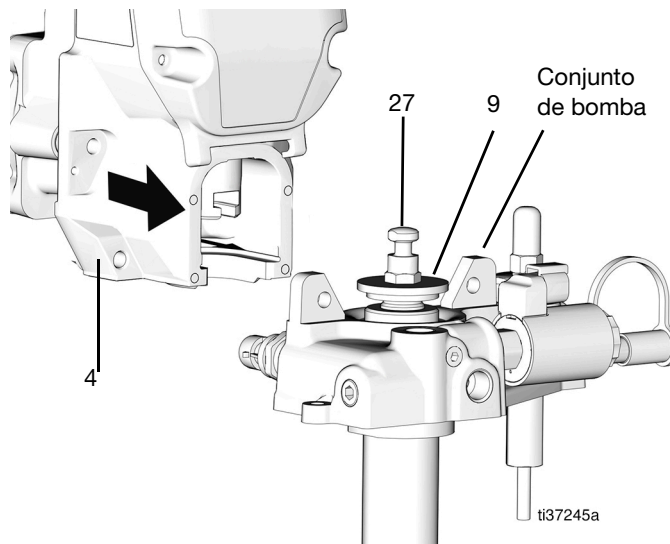

FIG. 67
- 27. Acople el conjunto de la bomba en el cabezal de engranajes (4). Puede aflojarse la tuerca de retención (9) para aumentar el huelgo. Alinee la varilla de la bomba (27) con el corte y deslícela en su sitio (FIG. 67).